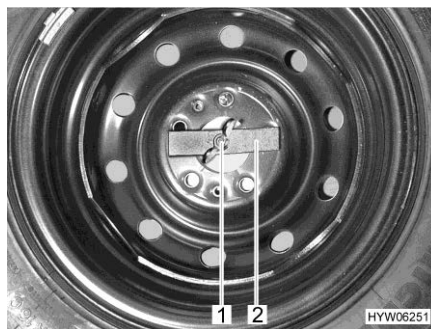

Fig. 232 Ruota di scorta nel gavone di coda
- Svitare manualmente il dado ad alette (Fig. 232,1) e rimuoverlo.
- Rimuovere la barretta di compressione (Fig. 232,2).